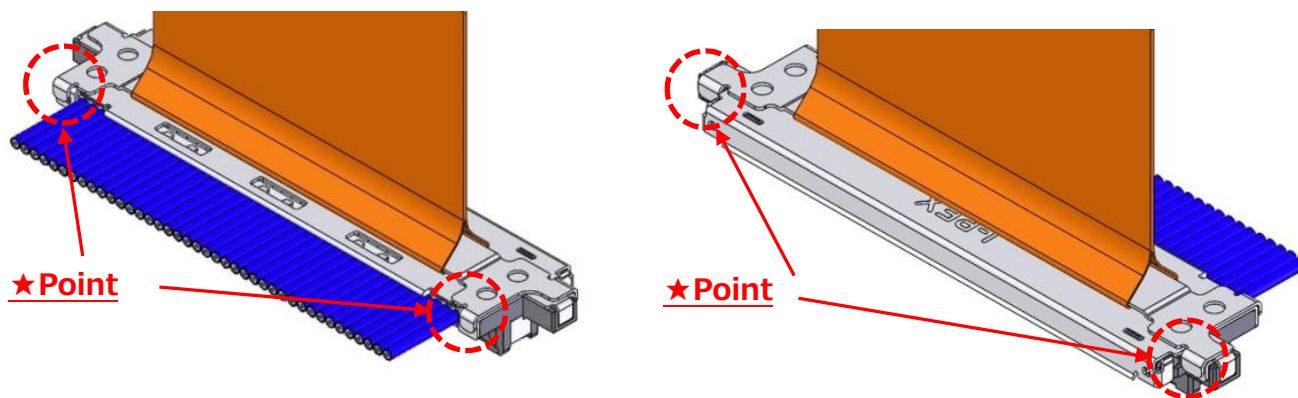

図.12 Pull Tape Holder 組付け確認位置
- ② Pull tape holder が正常に組み立てられているか確認する。(図.12★部)